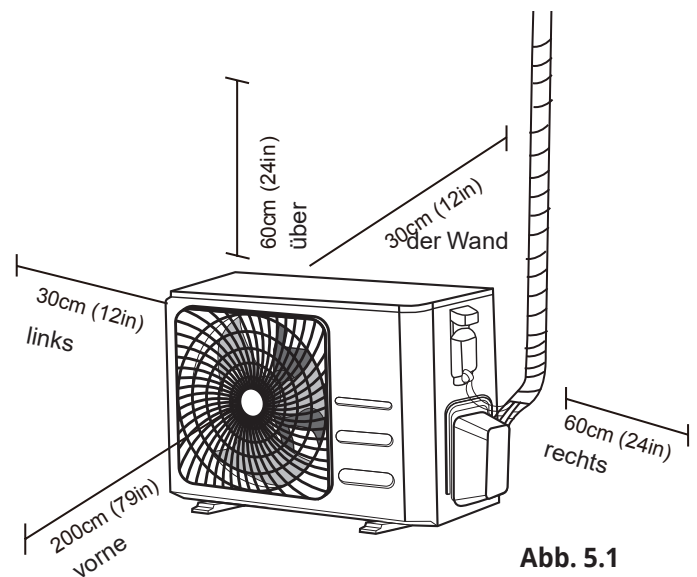

Abb. 5.1
- Sie erfüllen alle Anforderungen, wie im Abschnitt Spezifikationen des Installationsstandorts (Abb. 5.1) dargestellt